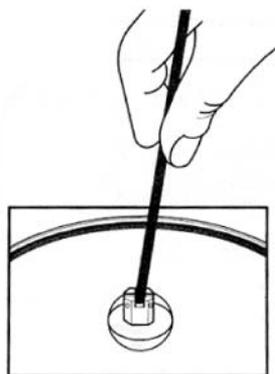

FIG.1
2. *Válvula de seguridad (4):*
Si por alguna circunstancia, la chimenea (3) se obstruye y se produce un aumento de la presión en la olla, entra en funcionamiento esta válvula de seguridad dejando salir el vapor y equilibrando la sobrepresión. Si esto ocurriese, deberá retirar la olla de la fuente de calor, esperar a que la olla pierda presión para abrirla y proceder a la limpieza de la chimenea con abundante agua y jabón y una varilla (FIG.1)
3. *Válvula de Alarma (2):*
(FIG.1 - ver página 3)